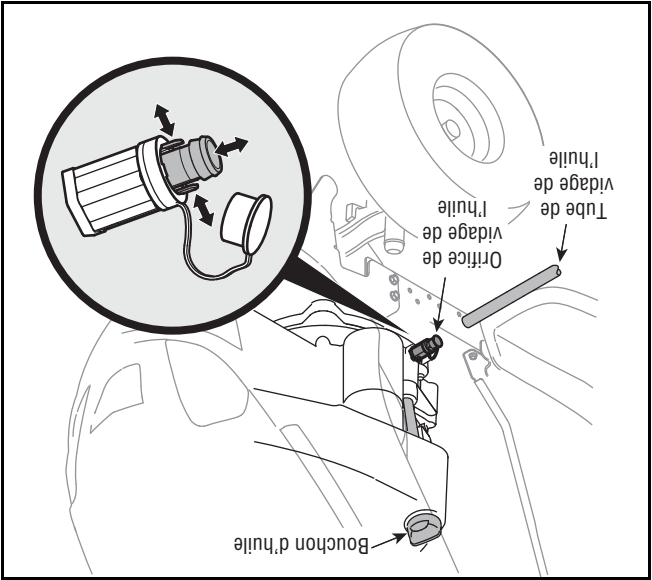

Figure 16
- Soulevez le capuchon de protection à l'extrémité de la soupape de vidange de l'huile pour exposer l'orifice de vidange. Voir la Figure 16.